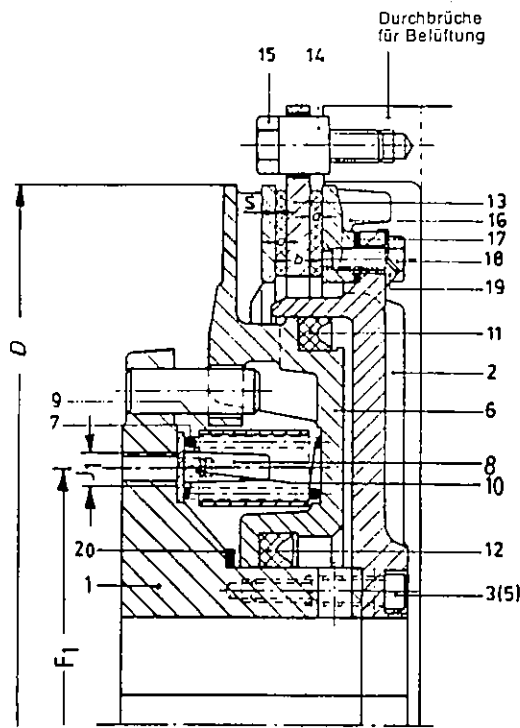

Abb. 1: Zwölfpunktbefestigung der Lamelle
2.1 Zwölfpunktbefestigung der Lamelle (Abb. 1)